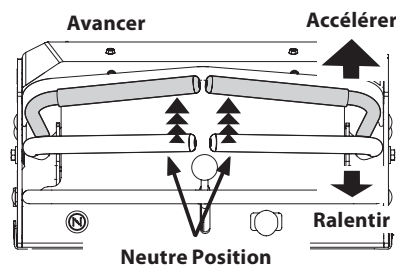

Fig. 11
1. Avancez lentement et régulièrement les deux leviers de contrôle de la barre abdominale. La tondeuse commencera à avancer (Fig. 11).